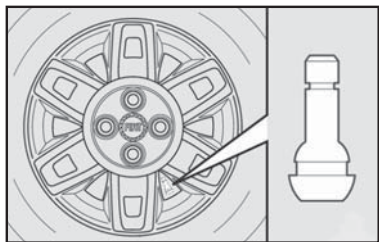

fig. 15
9) Atarraxar apenas um dos parafusos **fig. 15**, em correspondência com a válvula de enchimento.